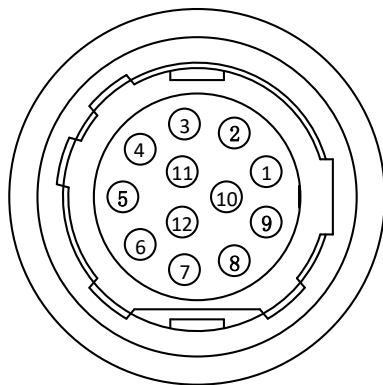

图1-9 12-pin 接口
- 图 1-3、图 1-4、图 1-5、图 1-6、图 1-7 相机外观对应的管脚信号定义如图 1-9、表 1-4 所示。